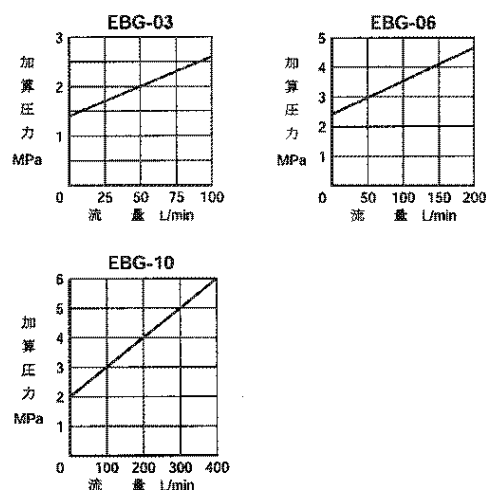

図11 加算圧力
- (3) 適当なリリーフ流量の元で調整ねじにより圧力を調整してください。負荷流量と圧力設定の関係を図11に示します。制御圧力の上限に図11から出た圧力を加算して安全弁を設定してください。
- (4) 手動調整圧力調整ねじをエンドまで回し、安全弁のロックナットを締めてください。